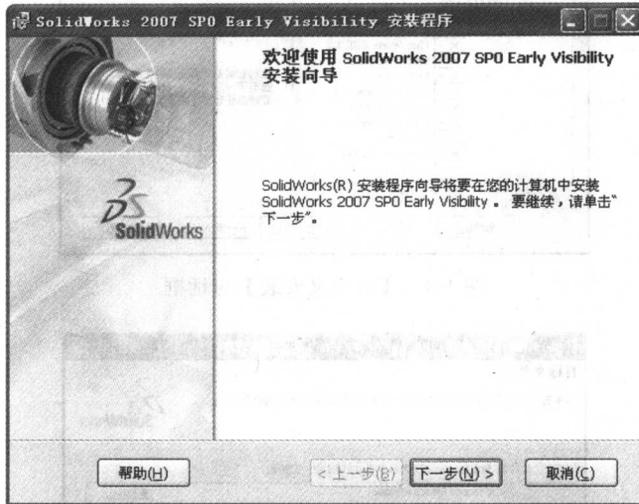

图 1-1 SolidWorks 2007 安装欢迎界面
(1) 将 SolidWorks 2007 的安装光盘放入光驱中，接着安装程序自动运行并进入安装欢迎界面，如图 1-1 所示。如果安装程序没有自动运行，可以直接双击 SolidWorks 2007 安装光盘中的 SwSetup.exe 文件。